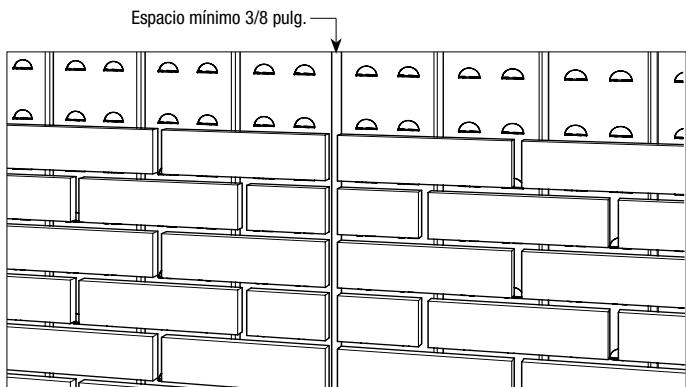

FIGURA 11
- Donde se producen juntas de movimiento entre los paneles Thin Tech, deje un espacio mínimo de 3/8 pulg. entre las unidades de ladrillo para el cordon de respaldo y el sellador (vea la Figura 11).